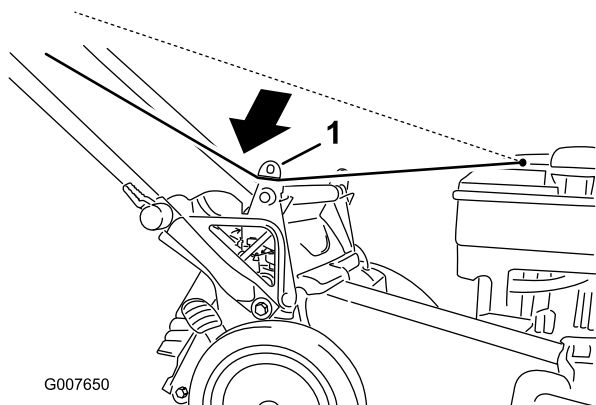

Bild 20
1. Verlegen Sie das Starterkabel um die untere Kabelführung (Bild 20).